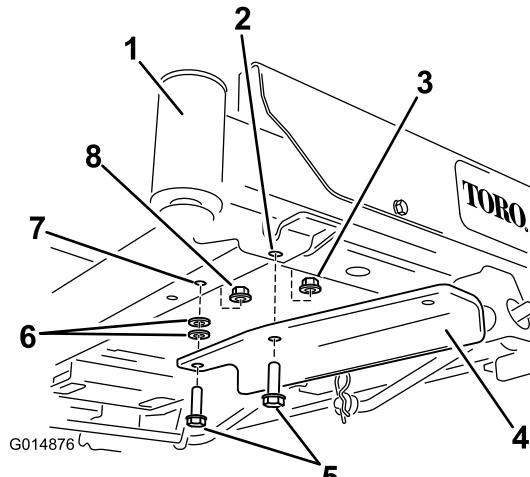

Figura 6
- Si la máquina no tiene pedal de elevación asistida, sujeté el soporte usando dos pernos ($\frac{3}{8}$ " x 1 $\frac{1}{4}$ "), dos arandelas y dos contratuerca ($\frac{3}{8}$ ") (Figura 6).